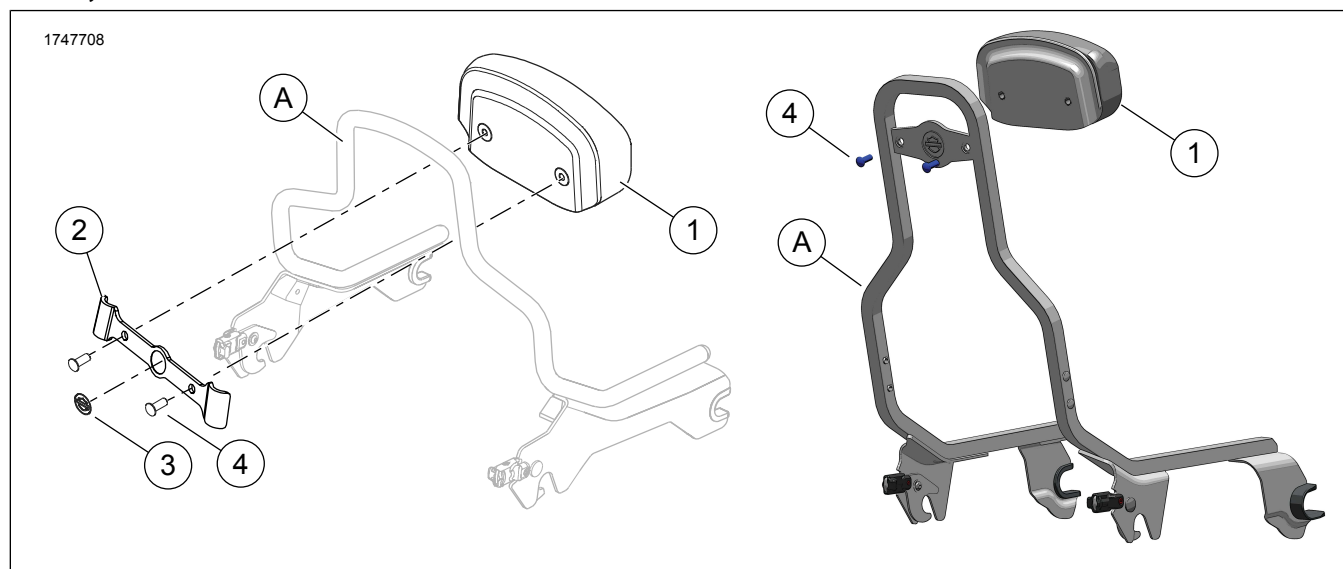
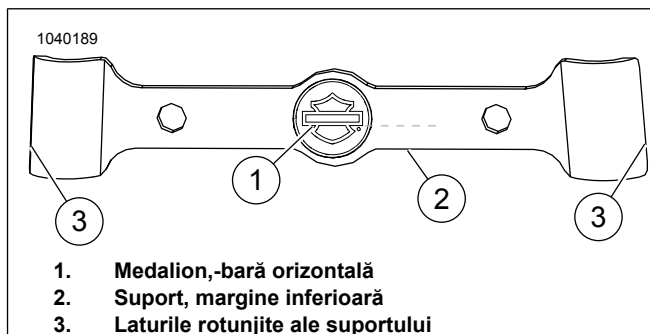

Figura 1. Conținut kit: Kit pernă spătar compact
Figura 3. Alinierea medalionului
1. A se vedea figura 1. Poziționați perna spătarului (1), astfel încât conturul din bază să se alinieze cu partea superioară a barei de susținere în poziție verticală OE (A).
- *Lateralele suportului (3) nu sunt simetrice. Lățimea în partea de sus este mai îngustă decât lățimea în partea de jos.*
- *Utilizați un amestec de 50:50 alcool izopropilic și apă pentru a curăța bine suprafața barei de susținere în poziție verticală OE (A) înainte de a instala suportul (2). Lăsați să se usuce complet. Instalați la temperatura camerei. 10–32 °C (50–90 °F)*
2. Îndepărtați suportul adeziv de pe lateralele din stânga și din dreapta suportului (3).
3. A se vedea figura 1. Plasați suportul de montare peste pernă, astfel încât bara de susținere în poziție verticală OE (A) să fie între pernă (1) și suport (2).
4. Poziționați și apăsați ferm suportul (2) pe bara de susținere în poziție verticală OE (A).
5. Montați șuruburile (4). Strângeți.
1. A se vedea figura 1. Utilizați un amestec de 50:50 alcool izopropilic și apă pentru a curăța bine suprafața barei de susținere în poziție verticală OE (A) înainte de a instala suportul (2). Lăsați să se usuce complet. Instalați la temperatura camerei.
- *A se vedea figura 3. Lateralele suportului (3) nu sunt simetrice. Lățimea în partea de sus este mai îngustă decât lățimea în partea de jos.*
- *A se vedea figura 3. Aliniați bara orizontală a medalionului (1) cu marginea inferioară (2) a suportului. Acestea două trebuie să fie paralele.*
1. A se vedea figura 1. Dacă este necesar, tăiați garnitura de plastic pentru ploaie din găurile de șurub pretăiate în perna pentru spate (1) pentru a evita ca plasticul să se prindă în filete.
2. Poziționați perna spătarului (1), astfel încât conturul din bază să se alinieze cu partea superioară a barei de susținere în poziție verticală OE (A).
- *A se vedea figura 1. Utilizați un amestec de 50:50 alcool izopropilic și apă pentru a curăța bine suprafața barei de susținere în poziție verticală OE (A) înainte de a instala suportul (2). Lăsați să se usuce complet. Instalați la temperatura camerei. 10–32 °C (50–90 °F)*
3. A se vedea figura 3. Îndepărtați suportul adeziv de pe lateralele din stânga și din dreapta suportului (3).
4. A se vedea figura 1. Plasați suportul de montare (2) peste pernă (1), astfel încât bara de susținere în poziție verticală OE (A) să fie între pernă și suport.
5. Poziționați și apăsați ferm suportul (2) pe bara de susținere în poziție verticală OE (A).
6. A se vedea figura 1. Montați șuruburile (4). Strângeți.
1. A se vedea figura 1. Aliniați perna (1) cu suportul (2).
2. Montați șuruburile (4). Strângeți.